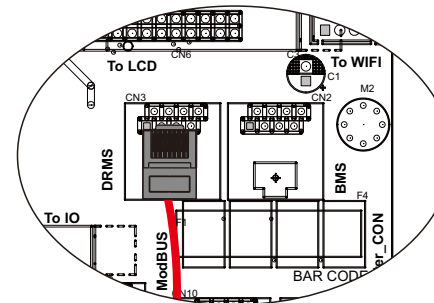

Figura 4.8-4 Interfaz Fu45
Paso 4. Conecte el terminal RJ45 en la posición correcta del inversor. Véase la figura 4.8-4